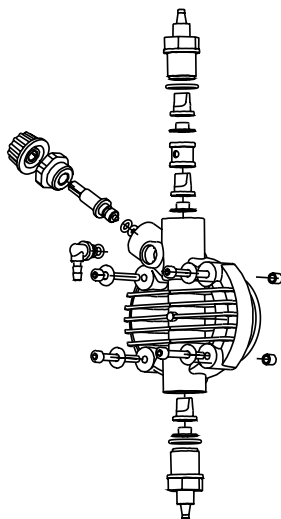

Fig. 10
3. Eliminare dal corpo pompa tutto il liquido presente, smontando e rimontando il corpo pompa utilizzando le quattro viti di fissaggio (Fig. 10).
2. Controllare almeno ogni 6 mesi il funzionamento della pompa, la tenuta delle viti e delle guarnizioni, per liquidi particolarmente aggressivi effettuare controlli anche più frequenti, controllare in particolare la concentrazione dell'additivo nell'impianto; una riduzione di tale concentrazione potrebbe essere determinata dalla usura delle valvole (che in tal caso vanno sostituite facendo attenzione nel rimontarle come in Fig. 10) o dall'intasamento del filtro che va pulito come al successivo punto 3.
Per effettuare questa operazione, se l'apparecchiatura non è fissata all'impianto si può farla pulsare per pochi secondi (15-30) tenendola capovolta e senza tubetti collegati ai raccordi, se ciò è impossibile smontare e rimontare il corpo pompa (Fig. 10), utilizzando le quattro viti di fissaggio.